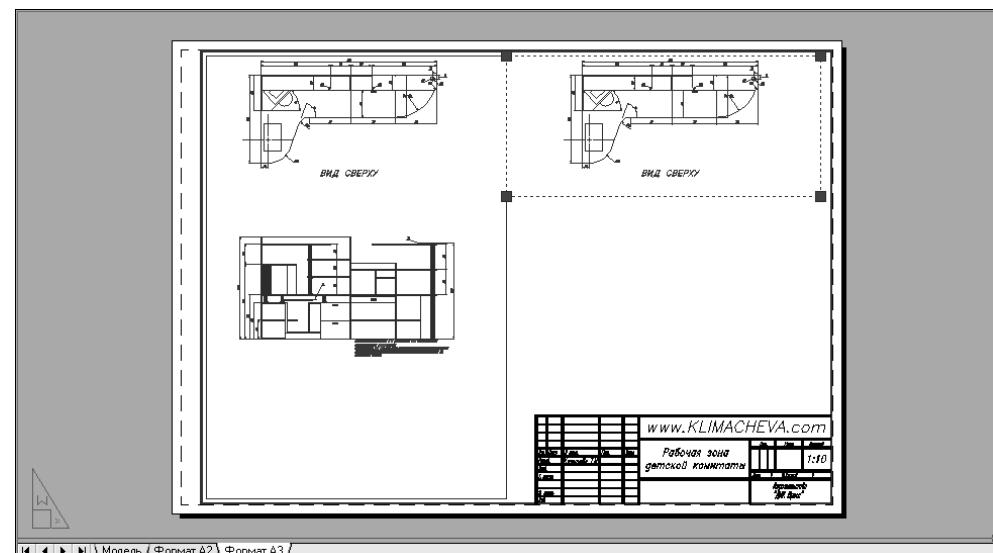

Рис. 13.27 ▼ Размер правого видового экрана также изменен
3. Снимите выделение с левого видового экрана, затем щелкните для выделения правого видового экрана и, используя редактирование с помощью маркеров выделения, уменьшите его высоту так, чтобы на нем отображался лишь вид сверху (рис. 13.27), а затем нажмите **Esc** для отмены выделения.